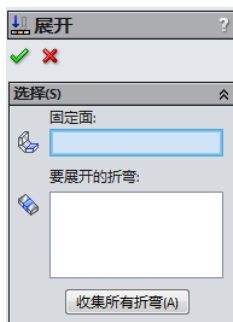

图 7-73 “展开”属性管理器
(1) 单击“钣金”工具栏中的“展开”按钮，或执行“插入”→“钣金”→“展开”菜单命令，系统打开“展开”属性管理器，如图 7-73 所示。
(2) 在图形区域中选择箭头所指的面作为固定面，选择箭头所指的折弯作为要展开的折